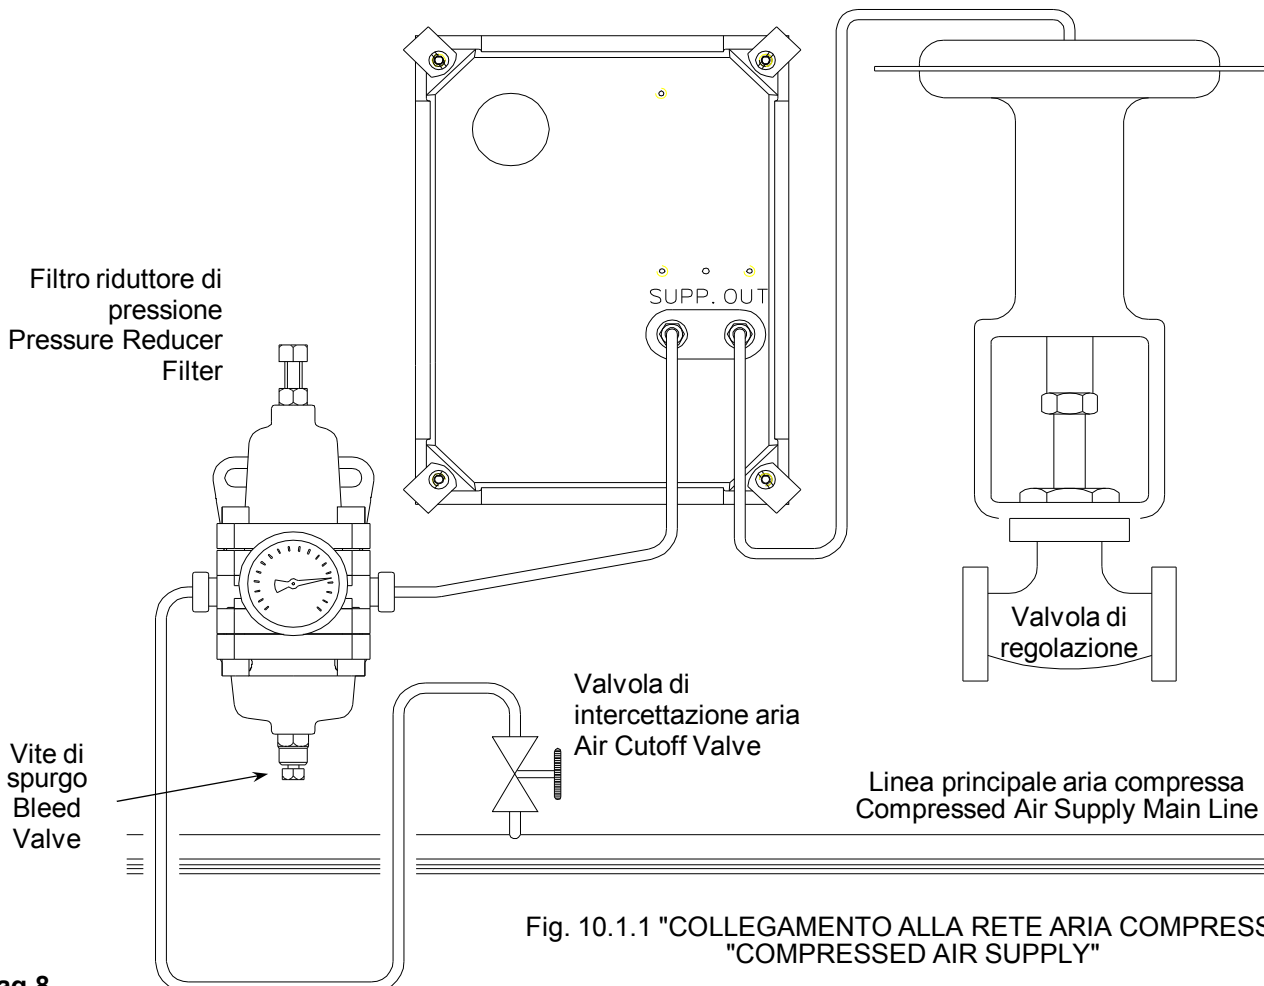

Fig. 10.1.1 "COLLEGAMENTO ALLA RETE ARIA COMPRESSA"
10.1. COLLEGAMENTO ALLA RETE ARIA COMPRESSA (Fig. 10.1.1)
10.1. COMPRESSED AIR SUPPLY (Fig.10.1.1)
A - Alimentare l'apparecchio con aria a 20 psi ($\pm 1,5$) e aprire la vite di spurgo del filtro riduttore di pressione (vedi Fig. 10.1.1) fino al completo scarico di eventuali condense.
A - Apply a 20 psi air supply (± 1.5) and open the bleed valve of the pressure reducer filter (see Fig.10.1.1) until any condensate has been completely discharged.
A - Apply a 20 psi air supply (± 1.5) and open the bleed valve of the pressure reducer filter (see Fig. 10.1.1) until any condensate has been completely discharged.